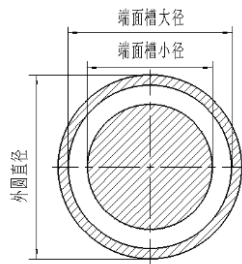

图 2 端面槽剖面
5. 如图 2 端面槽剖面所示, 如果要精确测量端面槽的小径尺寸, 最好选用 ()
6. 如图 2 所示, 如果需要直接、快速、精确测量端面槽的宽度尺寸, 最好选用 ()